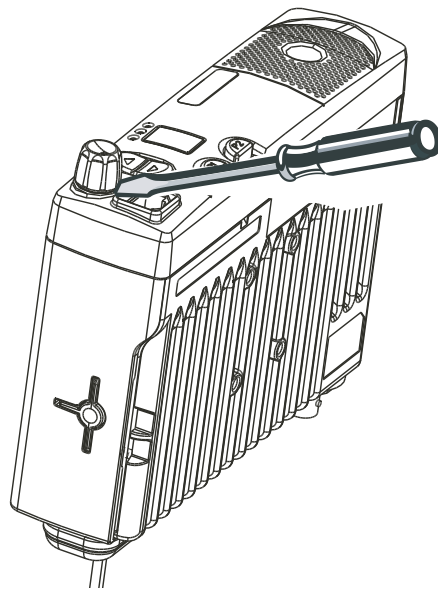

Figura 2-1 Desmontaje de la perilla de volumen.
1. Inserte el destornillador plano entre el plástico de la unidad de control y la perilla de volumen, y seguidamente empuje hacia arriba la perilla de volumen. Ver Figura 2-1.